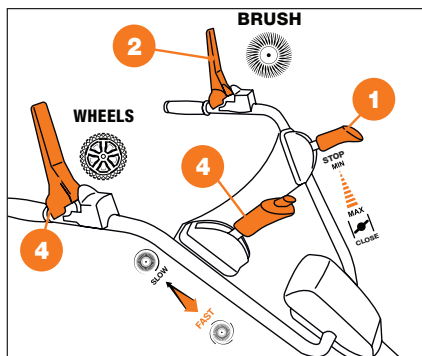

Рис. 16
- Выберите оптимальную для работы скорость вращения щетки **3** (Рис.16). Опустите рычаг привода щетки **4** для начала работы (Рис.16) Нажмите рычаг привода движения **2** (Рис. 16). Колеса приведены в движение, щетка вращается. Для остановки вращения щетки и остановки движения отпустите рычаги.
- Передвиньте рычаг регулировки оборотов двигателя **1** в положение **STOP** (Рис. 16). Двигатель будет остановлен.